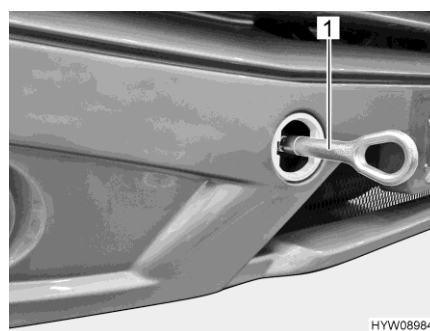

Fig. 41 Argolla de remolque (montada)
- Montar la argolla de remolque (Fig. 41,1) conforme a las indicaciones en las instrucciones de funcionamiento del vehículo básico.